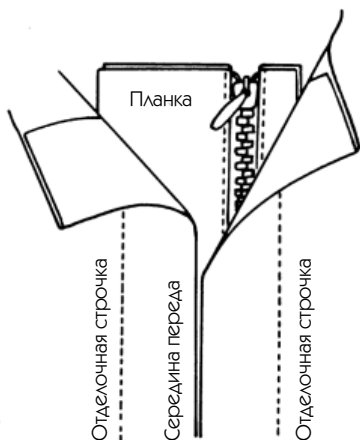
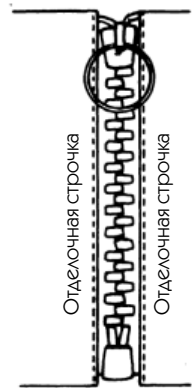

Рис. 282
Рис. 283
— Ширина готовой полоски с правой стороны (изображена слева на рис. 282) равна ширине строчки плюс 1 см на ее закрепление, плюс 0,8 см припуск на загиб под другой край.
5. Притачайте части планки к тесьме друг напротив друга на расстоянии 0,2 см от зубьев (см. рис. 282, а также далее рис. 283).
6. Подложите планку под края бортов и закрепите ее двумя предусмотренными строчками (рис. 282).
— Нужно подчеркнуть декоративный эффект красивой разъемной или неразъемной застежки-молнии (см. рис. 283).
4. Притачайте каждый из бортов к тесьме на расстоянии 0,2 см от зубьев (рис. 283).
2. Поместите в отведенное ей место каждую половинку молнии между двумя бортами (изнанка и лицо) и для начала приметайте ее к переду. При этом борт изделия должен находиться на расстоянии 0,2 см от зубьев молнии (рис. 283).